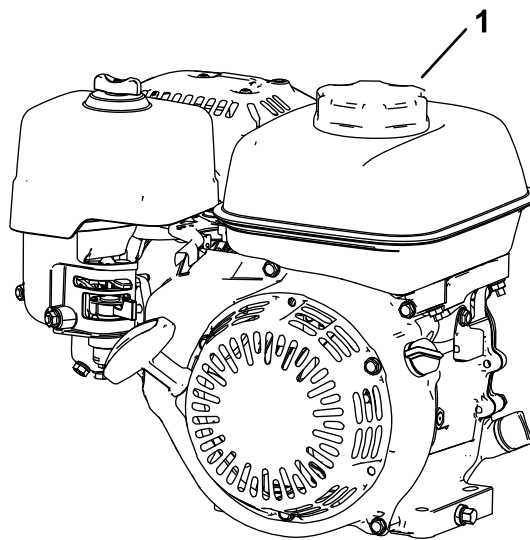

Figura 19
1. Limpie la zona alrededor del tapón del depósito de combustible y retire el tapón del depósito (Figura 19). Llene el depósito de combustible hasta la parte inferior de la abertura del cuello de llenado; consulte el *Manual del operador* del motor.